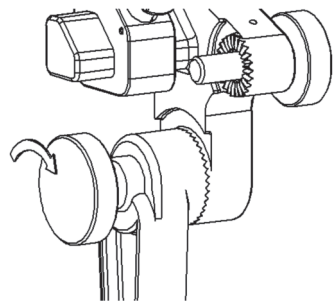

Abbildung 7
3. Richten Sie die radiotransparente hufeisenförmige Kopfstütze für Erwachsene wie gewünscht aus, und drehen Sie die Torsionsschraube des Schwenkadapters im Uhrzeigersinn, um sie fest anzuziehen (Abbildung 7 und 8).